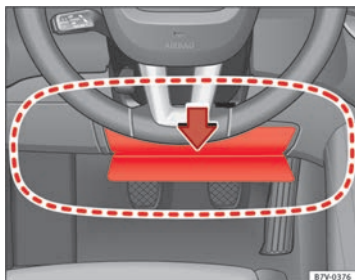

Abb. 25 Auf der Fahrerseite: Wirkungsbereich des Knieairbags.
Der rot eingerahmte Bereich ⇒ Abb. 25 (A) wird vom auslösenden Knieairbag erfasst (Wirkungsbereich). Deshalb dürfen in diesen Bereich niemals Gegenstände abgelegt oder befestigt werden.